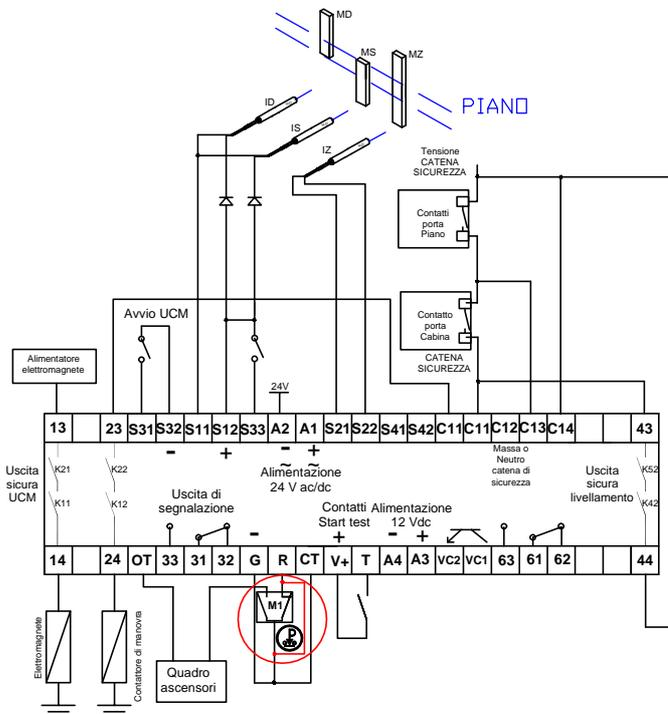

FIG. 2 SIMULAZIONE MANCATA ATTUAZIONE DEL SISTEMA FREATANTE
- 4) Cortocircuitare l'ingresso R come indicato in fig.2 (allegatoA)